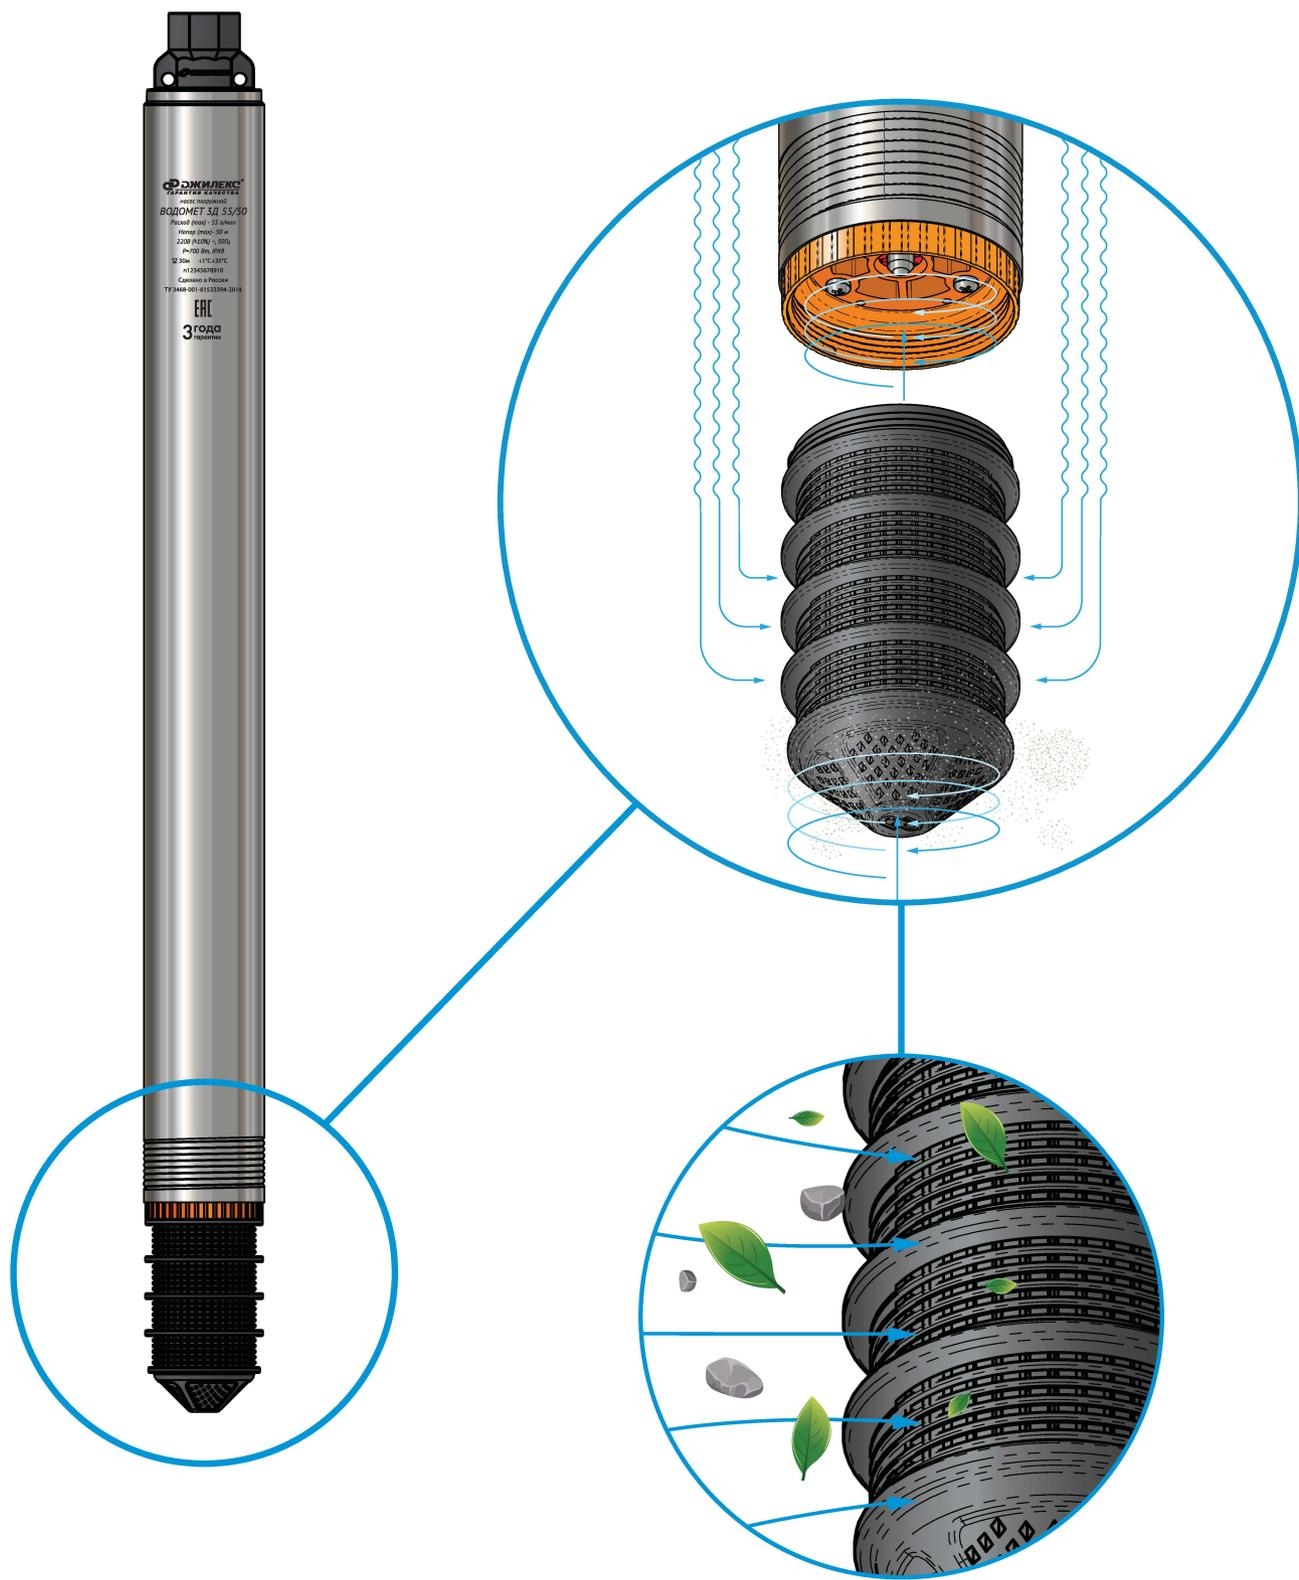

Рисунок 2
- В нижней части насоса «ВОДОМЕТ ЗД» расположена водозаборная часть, состоящая из крышки и съемного сетчатого водозаборного фильтра (рисунок 2). Съемный водозаборный фильтр позволяет обеспечить повышенную степень защиты насоса, предотвращая всасывание грязи и песка. Конусообразная форма нижней крышки облегчает опускание насоса в скважину при «ступенчатом» соединении обсадных труб. Площадь поверхности заборной сетки фильтра в разы больше, чем у классической конструкции водозаборной части насоса. Это позволяет полноценно качать воду, даже если ошибочно при монтаже насос опустили на дно источника или при частичном засорении всасывающей сетки, не теряя при этом своих характеристик и не подвергая перегрузкам электродвигатель. Фильтр состоит из двух частей – адаптера и фильтрующей сетки, соединенных между собой резьбой. При загрязнении глиной, илом, длиноволокнистыми включениями достаточно открутить фильтрующую сетку и очистить её. Это упрощает обслуживание и увеличивает срок службы насоса.